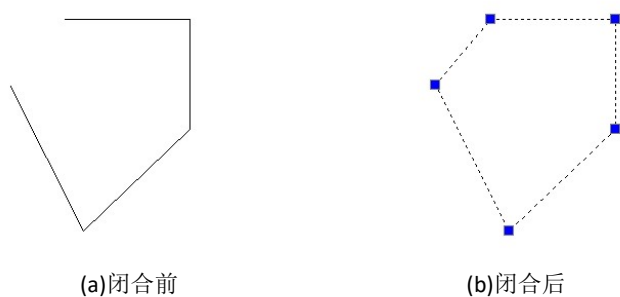

图 6-7 多线闭合
- 2、若要把多线闭合，可在命令行输入“C”回车，系统自动把多线闭合，如图 6-7 所示。